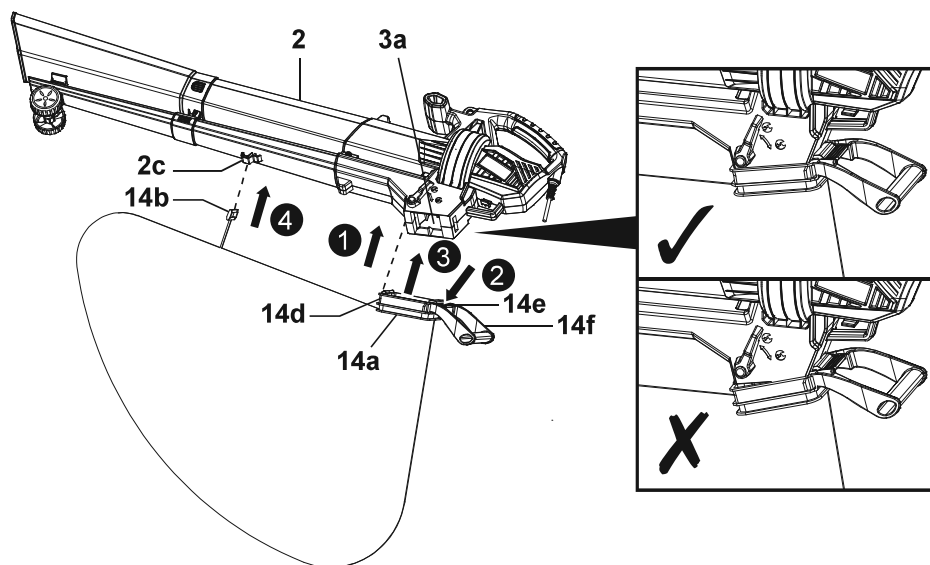

Fig. 4
1. Alinhe o espigão (14d) do conector do saco (14a) com a ranhura do bocal de saída (3a). Em seguida, aperte a alavanca de encaixe (14e) e segure a pega do saco (14f) para fixar o conector do saco (14a) no bocal de saída (3a) (Fig. 4, passos 1, 2, 3). Solte depois a alavanca de encaixe (14e). Certifique-se de que o espigão (14d) e a alavanca de encaixe (14e) estão bloqueados na devida posição.
2. Fixe a argola para pendurar (14b) ao gancho do saco (2c) nos tubos superiores de aspiração/sopro (2) (Fig. 4, passo 4).